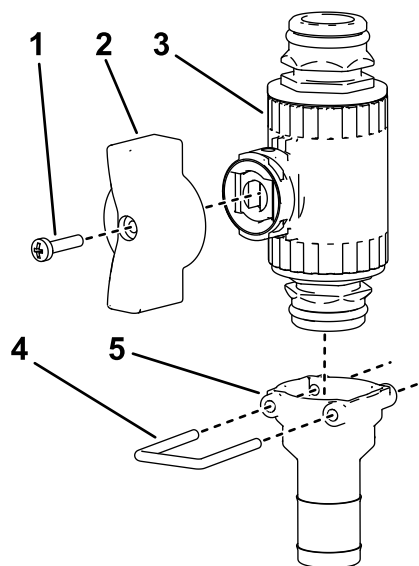

Figura 26
3. Montați mânerul fluture i fittingul drept la supapa de control (Figura 26).
4. Montați fittingul drept la supapa de control cu ajutorul opritorului, aa cum se indică în Figura 26.